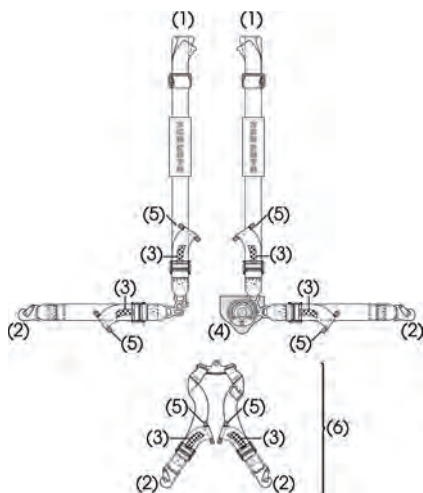
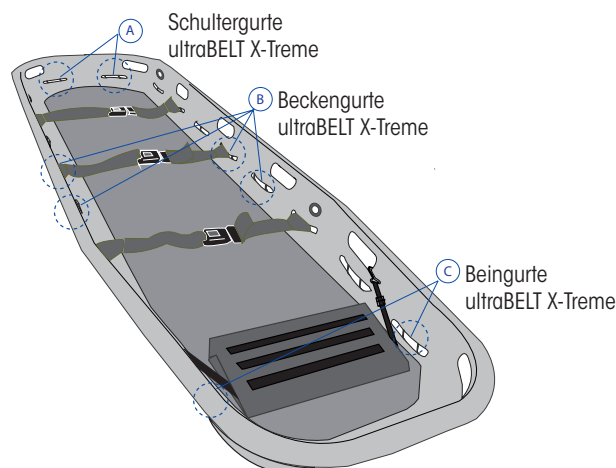

Bild 6: Teile des Gurtsystems ultraBELT X-TREME
Bild 7: Befestigung des ultraBELT X-TREME
Die Schultergurte (Bild 6-(1)) werden an den oberen beiden Schlingen (Bild 7 - Punkte A) des Umlaufseils befestigt. Die beiden Gurte, die an den Schultergurten mitangelegt sind (Bild 6-(2)), können wahlweise als Beckengurte (Befestigung am umlaufenden Seil, Bild 7 - Punkte B) oder als Beingurte (Befestigung am umlaufenden Seil, Bild 7 - Punkte C) genutzt werden. Benutzen Sie - wenn die Variante Beckengurt verwendet wird - auf jeden Fall einen zusätzlichen Gurt zur Fixierung der Füße. Wenn die Variante Beingurt verwendet wird, sollte ein zusätzlicher Beckengurt benutzt werden. Der Schrittgurt wird an den Schlingen des umlaufenden Seils befestigt.
1. Lockern Sie zuerst mit den Gurtlösern (Bild 6-(3)) alle Gurte, und öffnen Sie den Gurt mittels des Drehverschlusses (Bild 6-(4)).
2. Legen Sie die beiden Schultergurte mit Becken-/Beingurt zur Seite, positionieren Sie den Schrittgurt (Bild.6-(6)) nach unten in Richtung Fußende der Korbtrage.
4. Legen Sie die beiden Schultergurte (Bild 6-(1)) seitlich über den Patienten, Führen Sie die Schlosshälften zusammen und sichern sie in dem Gurtschloss mit deutlichem Einrastgeräusch.
7. Straffen Sie alle Gurte mit Hilfe der Gurtspanner (Bild 6-(5)). Der Patient ist zum Abtransport bereit.